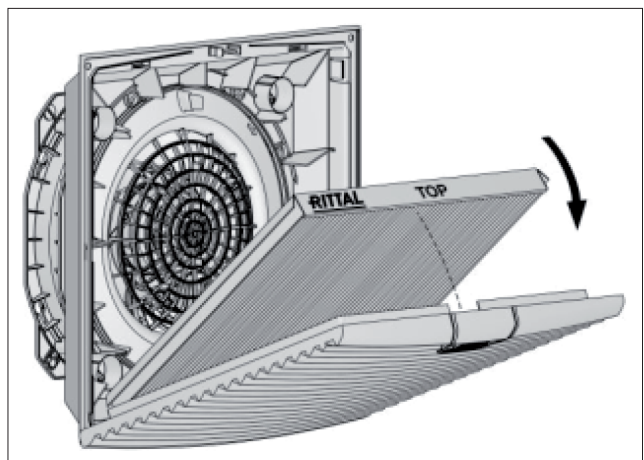

図7: プリーツフィルター IP 54 の挿入
- ルーバーグリルにプリーツフィルターを挿入します。レタリング「Top」が挿入方向を示します(図7参照)。